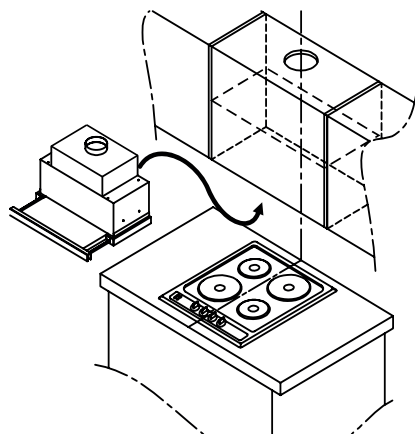
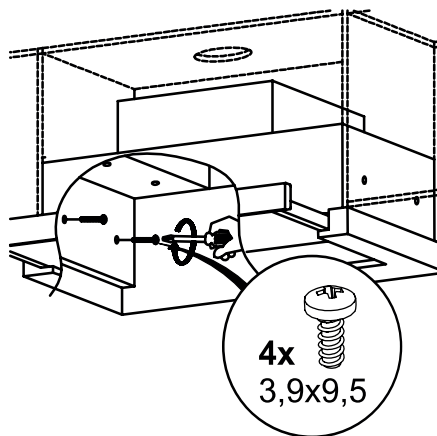

Fig.9
Fig.10
Decupați în raftul superior al dulapului un orificiu pentru conducta de evacuare conform schemelor din fig.9.
3. Sprijiniți hota de perete și înșurubați șuruburile în perețele din spate și părțile laterale ale dulapului (fig. 9) și (fig. 10), prealabil înlăturând filtrele de grăsime.